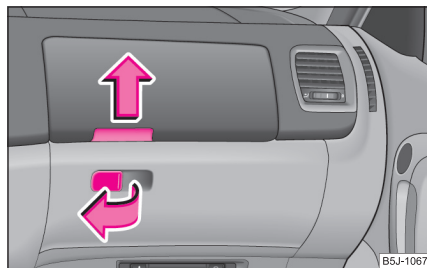

Fig. 93 Tabloul de bord: Compartimente pe partea pasagerului din dreapta
- Trageți mânerul din capac în sensul indicat de săgeata ⇒ fig. 93 și deschideți capacul în jos.